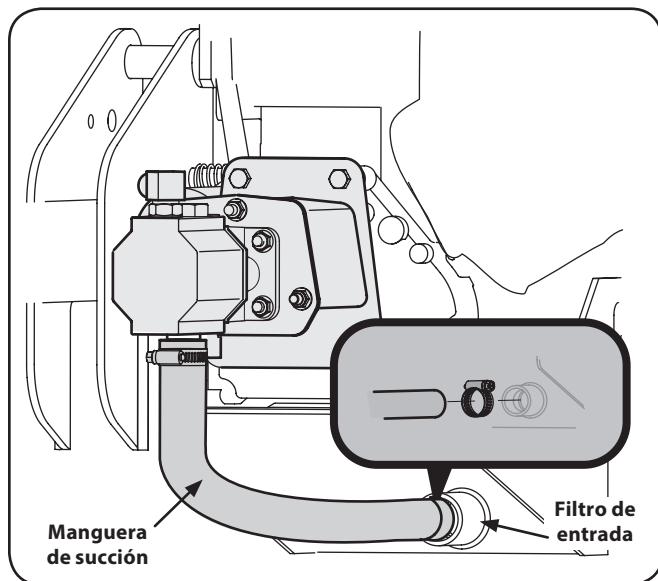
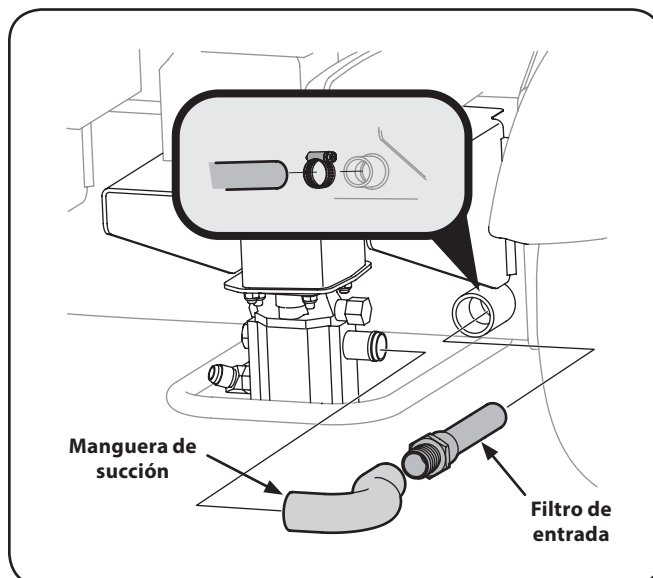

Figura 6-1
Figura 6-2
2. Si el motor tiene un motor horizontal de configuración se muestra en la Figura 6-1, consulte la Figura 6-1 para cambiar el aceite hidráulico.
3. Si su motor tiene un eje vertical de configuración se muestra en la Figura 6-2, consulte la Figura 6-2 para cambiar el aceite hidráulico.
4. Desconectar la manguera de aspiración desde la parte inferior del tanque de depósito. Vea la Figura 6-1 para los motores horizontales o Figura 6-2 para los motores verticales.